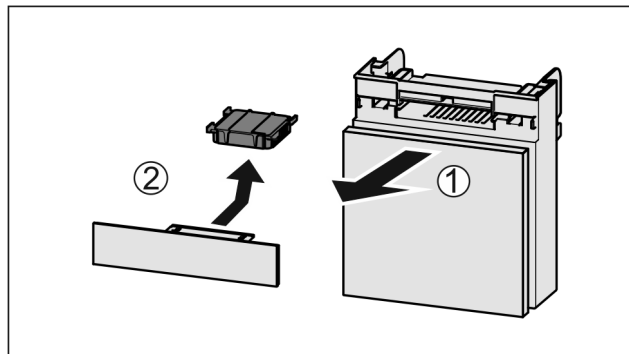

Fig. 72
- Trekk ut *Fig. 72 (1)* hyllen fremover.
- Ta ut *Fig. 72 (2)* aktivkullfilteret.